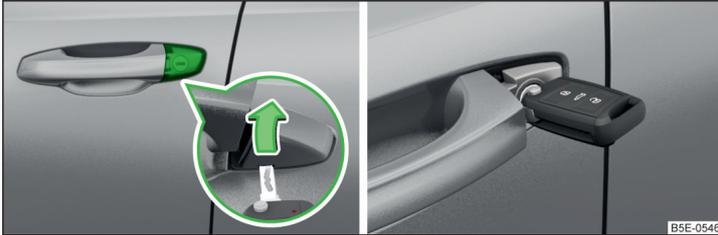

Abb. 225 Griff an der Fahrtür: abgedeckter Schließzylinder / Schließzylinder mit Schlüssel
- › Den Fahrzeugschlüssel in die Aussparung an der Unterseite der Abdeckung einschieben » Abb. 225.